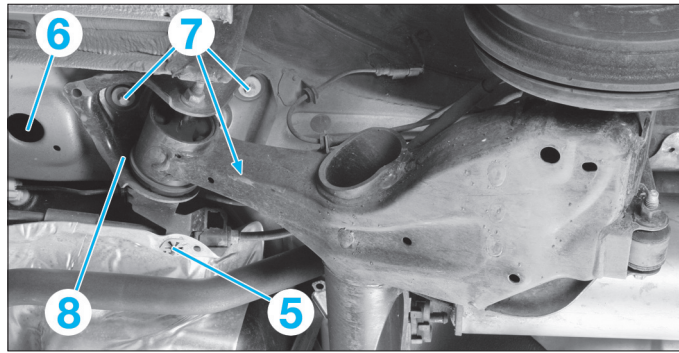

FIG. 22
- Déposer la rondelle (5) de la tôle pare-chaaleur du train arrière (Fig.22).
- Réaliser un montage rigide comprenant les centreurs fixes (3) identique au train avant (Fig.9) correspondant aux orifices (6) (Fig.22) pour le soutien et le centrage lors du remontage du berceau.
- Déposer les vis (7) de fixation du support (8) de train arrière.
- positionner le berceau correctement à l'aide des centreurs (3) (Fig.9) dans les orifices (7) (Fig.22).